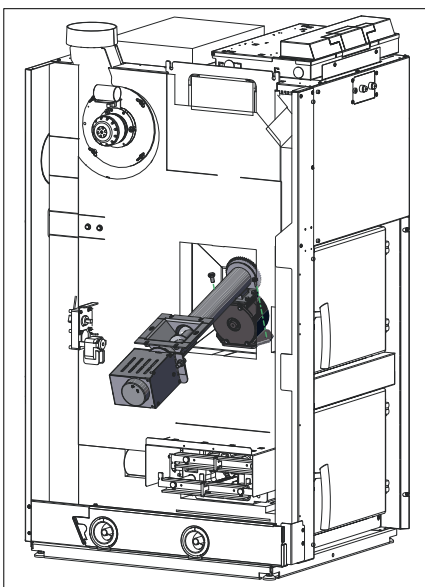

Fig. 33 Einheit Zellradschleuse- Schneckenrohr vorerst nur **handfest** anschrauben
- ▶ Einheit Zellradschleuse-Schneckenrohr mit 2 Sechskantschrauben (M10 x 20) an Kessel vorerst nur **handfest** anschrauben – Fig. 33.